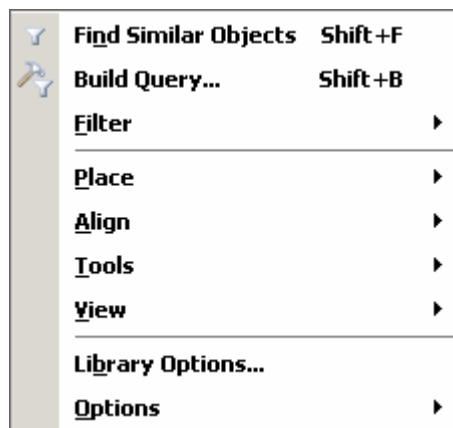
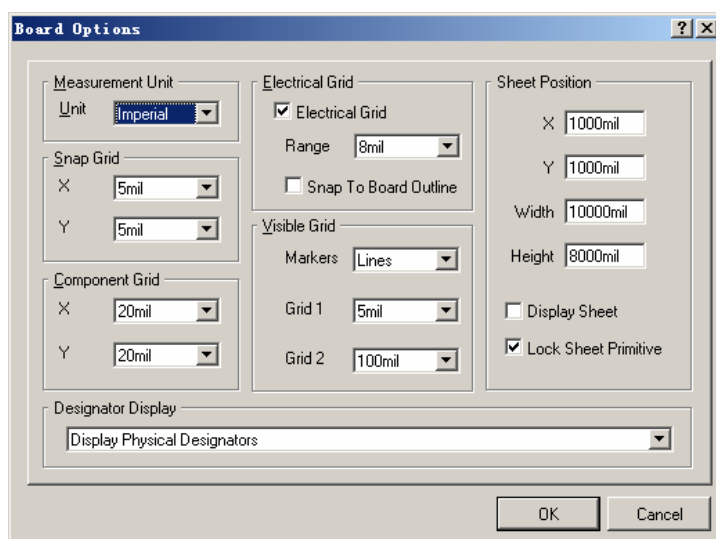

图 10.18 右键菜单
图 10.19 “Broad Options”对话框
(4) 在“PCB Library Component”对话框的“Name”编辑框内输入“D-Connector Edge”，将新建的文件名称改为“D-Connector Edge”，单击“OK”按钮，关闭“PCB Library Component”对话框。
(5) 在工作区单击鼠标右键，在弹出的如图 10.18 所示的菜单中选择“Library Options...”命令，打开如图 10.19 所示的“Broad Options”对话框。